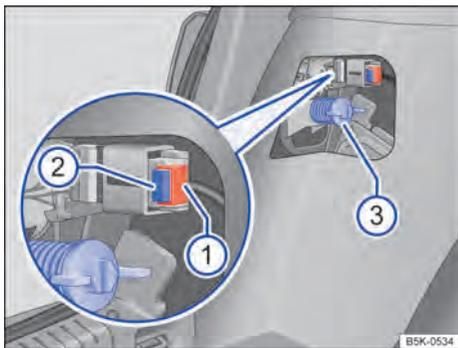

Fig. 221 Lateralmente no compartimento de bagagem: desinstalar a lanterna traseira.
4.	Retirar o fusível ⇒ Fig. 221 (1). Pressionar o bloqueio (2) do conector e tira-lo.
5.	Remover o parafuso de fixação com a mão (3).
12.	Segurar a luz traseira na posição de montagem com uma das mãos e rosquear o parafuso de fixação com a outra ⇒ Fig. 221 (3).
14.	Encaixar o conector no suporte da lâmpada e pressionar para dentro o fusível ①.